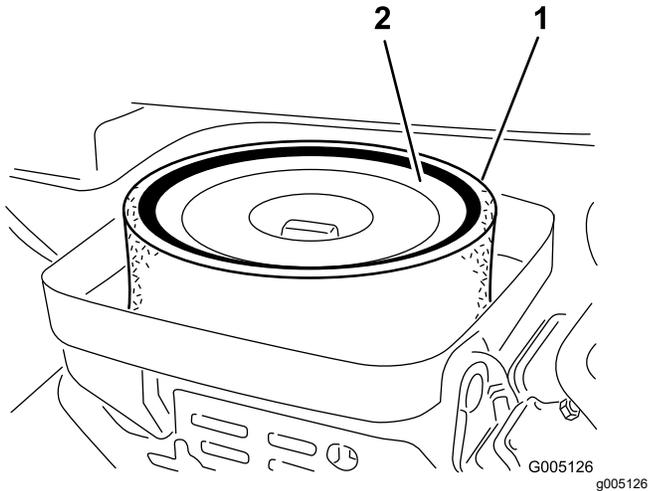

Figura 28
3. Retire la tuerca de orejeta que sujeta los elementos a la carcasa del limpiador de aire (Figura 28).
4. Si el elemento de espuma está sucio, sepárelo del elemento de papel (Figura 28). Límpielo a fondo, de la manera siguiente: